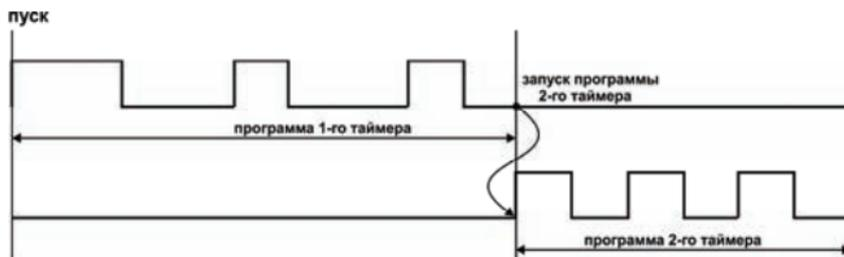

Рисунок 18
3.1.6.5 При « $rEst$ »=4 (установка возможна только при значениях « $\bar{L}nP$ »=1, 2 или 3) запуск или перезапуск таймера 2 происходит после окончания выполнения программы таймера 1 (рисунок 18).